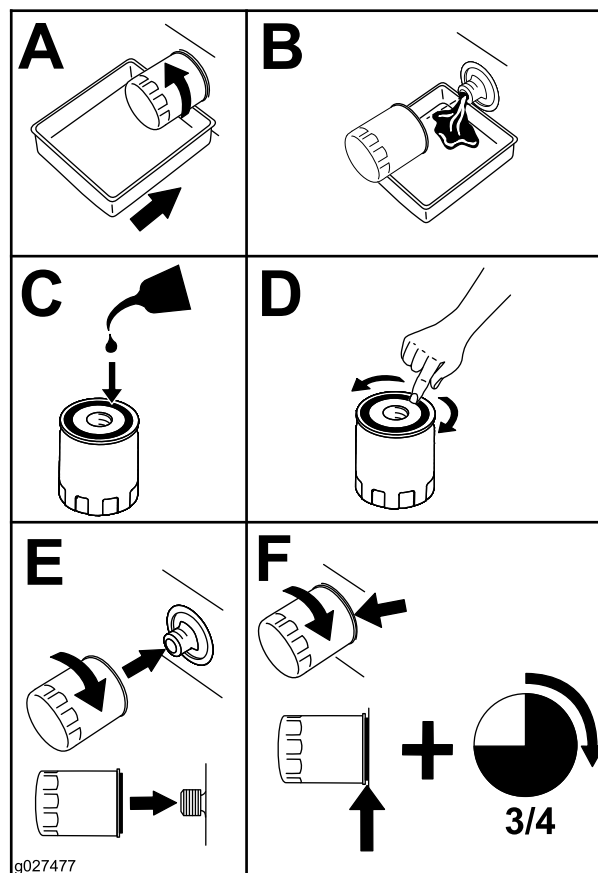

Figura 55
2. Cambie el filtro de aceite del motor (Figura 55).